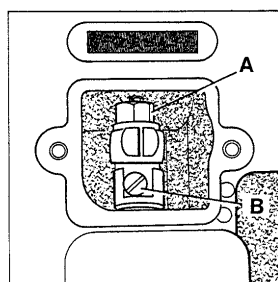

Fig. 12
To change the stitch length, remove the cover plate located below the serial number of the machine. Loosen lock nut (A, Fig. 12) and turn stitch length adjusting screw (B) clockwise to shorten stitch or counterclockwise to lengthen it.
Lösen Sie die Mutter (A, Fig. 12) und drehen die Stichlängensstellschraube (B) im Uhrzeigersinn, um den Stich zu verkürzen oder im Gegenuhrzeigersinn, um ihn zu verlängern. Ziehen Sie die Mutter (A) nach dieser Einstellung wieder an und schrauben den Deckel wieder auf.